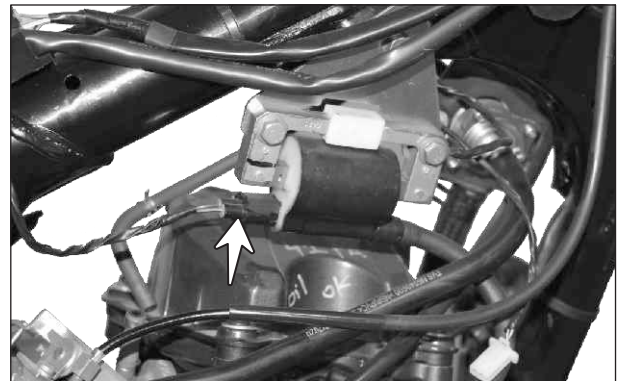

Fig. 3.25
- Cuidadosamente desconecte el la bobina de alta del ramal principal. (Fig. 3.25)